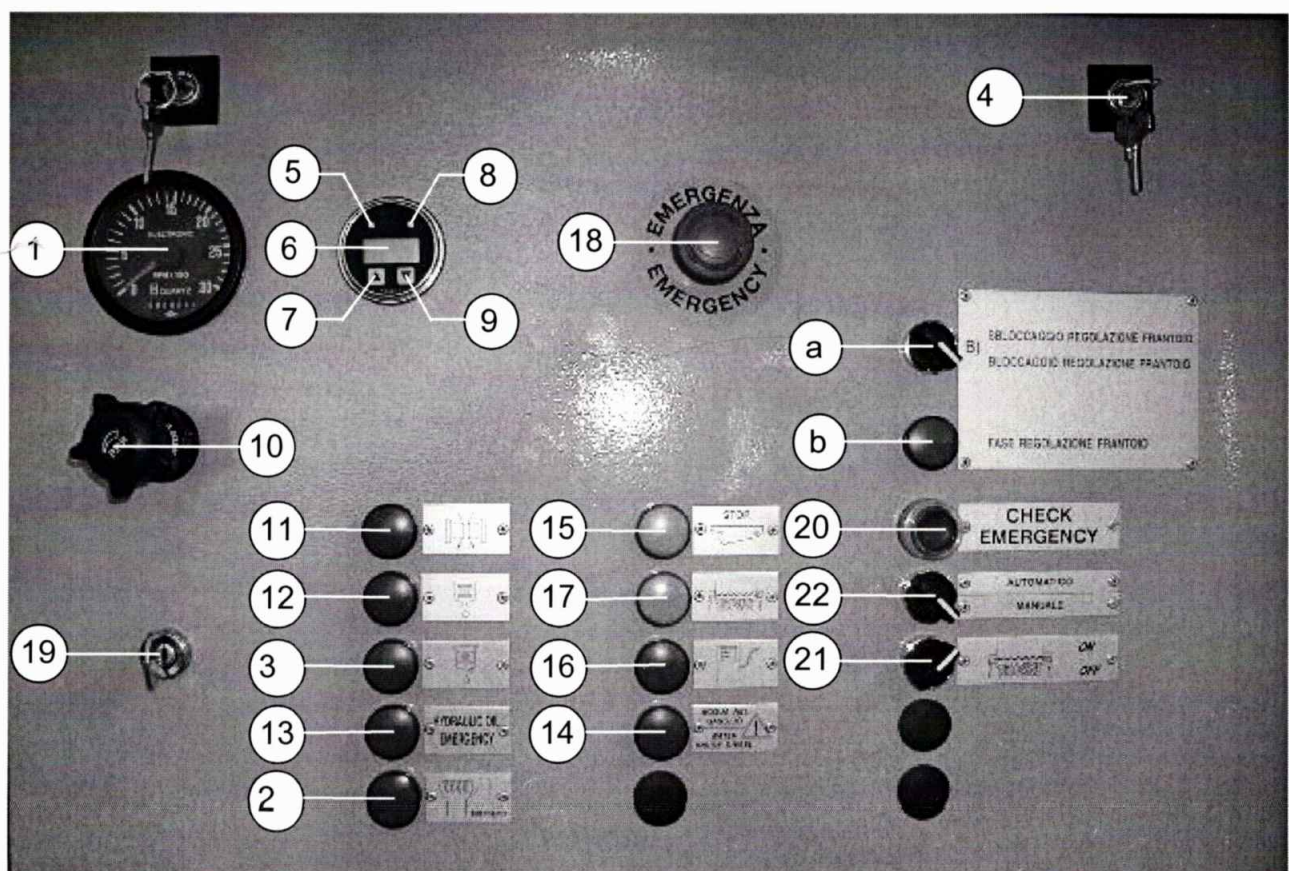

fig. 5.2.1
- 8) accensione del contatto (primo scatto a destra della chiave indicata dal particolare (19) di fig. 5.2.1) e controllo del lampeggio delle due spie sullo strumento di diagnostica motore (indicate dal particolare (5) e (8) di fig. 5.2.1) e della spia di presenza d'acqua nel prefiltro del combustibile (particolare (14) di fig. 5.2.1).
- 1) accelerare il motore di mezzo giro del pomolo indicato dal particolare (10) di fig. 5.2.1;
- 2) spingere verso l'interno e girare verso destra, nella posizione finale, la chiave d'accensione (particolare (19) di fig. 5.2.1) per il tempo necessario all'avviamento;
- 3) spingere verso l'interno e girare verso destra, nella posizione finale, la chiave d'accensione (particolare (19) di fig. 5.2.1) per il tempo necessario all'avviamento;
Se dopo avere azionato la candelella di preriscaldamento dell'aria si accende la spia rossa indicata dal particolare (2) di fig. 5.2.1, significa che la candelella non si è disattivata e bisogna distaccare l'interruttore generale delle batterie per evitare il pericolo d'incendio.
- 1) controllare sullo strumento di diagnostica (particolare (6) di fig. 5.2.1) che non vi siano spie accese o lampeggianti;
Legenda degli elementi di fig. 5.2.1
N.B. Con il selettore automatismo nastro (particolare (22) di fig. 5.2.1) in posizione automatico, è obbligatorio avviare il nastro principale prima di avviare l'alimentatore, altrimenti non partirebbe. Questo automatismo (che può essere incluso o escluso) serve ad impedire l'intasamento del nastro principale qualora non venga avviato prima dell'alimentatore a vibrazione.